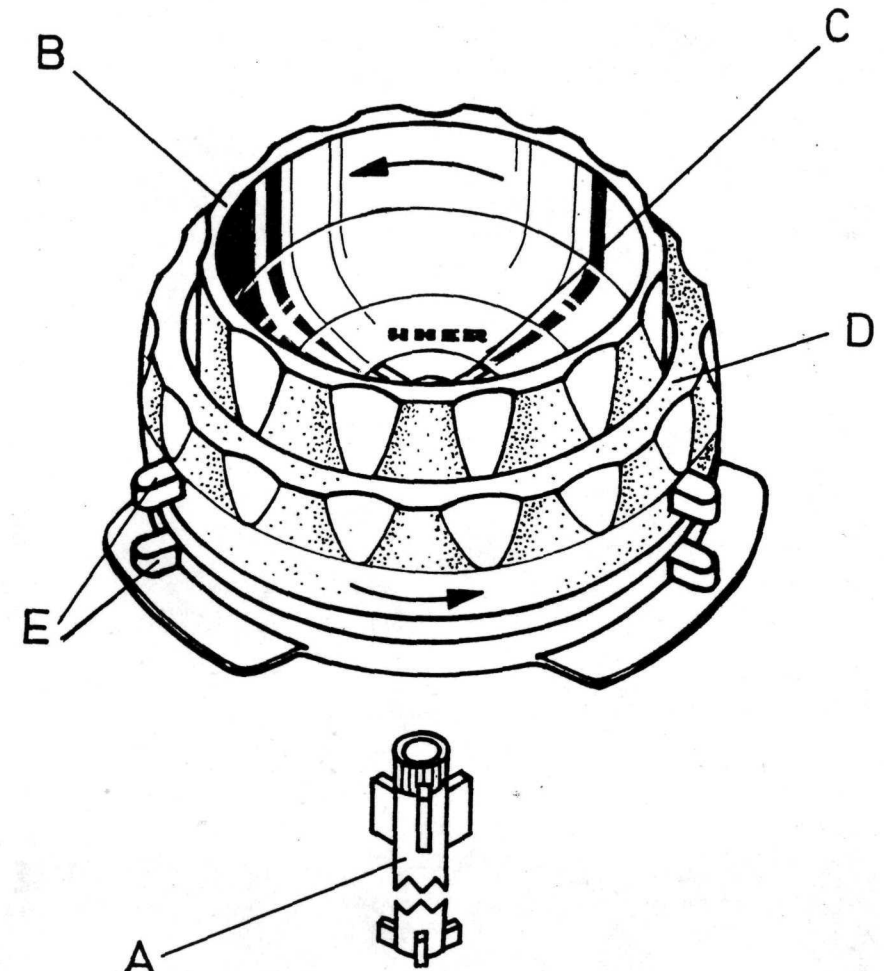
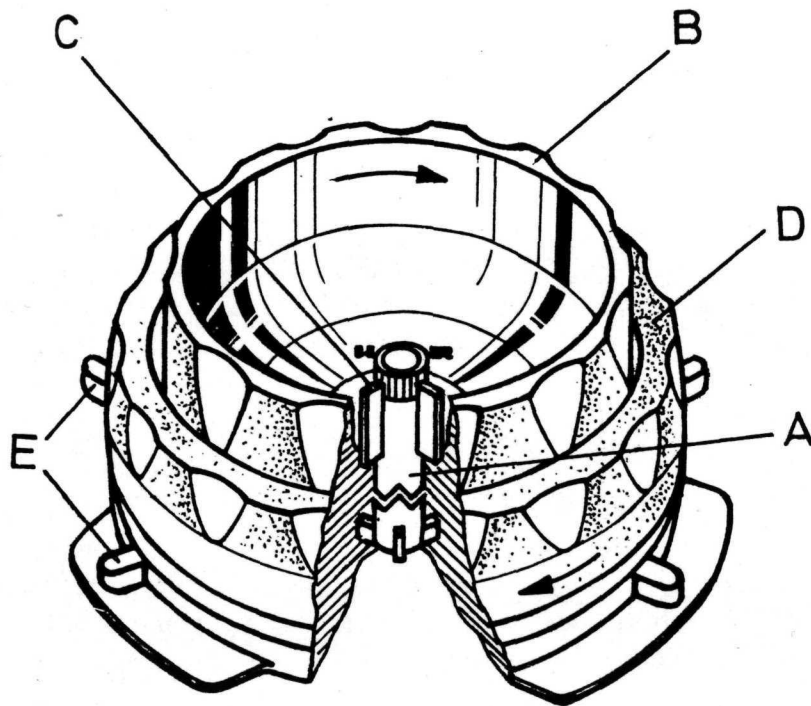

Abb. 2
Abb. 3
Das Aufsetzen des NAB-Spulenkernes auf den linken bzw. den rechten Spulenteller ist sorgfältig vorzunehmen. Ehe Sie den NAB-Kern aufsetzen (siehe hierzu Abb. 2) ziehen Sie den Dreizackdorn (A) des Spulentellers nach oben und drehen ihn, bis die Zacken des feststehenden und des beweglichen Teiles übereinander stehen. Außerdem ist sicherzustellen, daß durch Linksdrehen des inneren Ringes (B) des UHER-NAB-Kernes die Klemmbacken (C) für den Dreizackdorn (A) soweit geöffnet sind, daß der Kern leicht auf den Dreizackdorn aufgesetzt werden kann. Nach dem Aufsetzen des NAB-Kernes (siehe Abb. 3) wird der Dreizackdorn (A) rechts oder links herumgedreht, bis er nach unten einspringt. Damit ist zunächst der Kern gegen ein Herabfallen gesichert. Durch Rechtsdrehen des inneren Ringes (B) sind die Klemmbacken (C) für den Dreizackdorn (A) soweit zu schließen, bis der Kern fest mit dem Dreizackdorn verbunden ist. Dieses Festdrehen der Klemmbacken ist besonders wichtig, da jegliches Spiel zwischen Dreizackdorn und NAB-Kern beseitigt wird.
Ehe Sie die 26,5 cm Spule auf den NAB-Kern aufsetzen, drehen Sie den äußeren Ring (D) des Kernes entgegengesetzt zum Uhrzeigersinn, bis die drei Dorne (E) des äußeren Ringes über denen des unteren, feststehenden Teiles stehen (s. Abb. 2). Die volle Bandspule kommt auf den linken,
die leere Spule auf den rechten NAB-Kern. Nach dem Auflegen der Spule wird der äußere Ring des UHER-NAB-Kernes im Uhrzeigersinn gedreht, bis ein spürbarer Anschlag erreicht ist (s. Abb. 3).